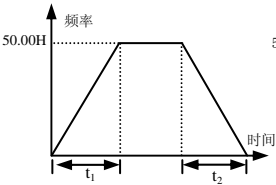

图 6-1 直线加减速
- 0：直线加减速方式。输出频率按照恒定斜率递增或递减，如图 6-1 所示。